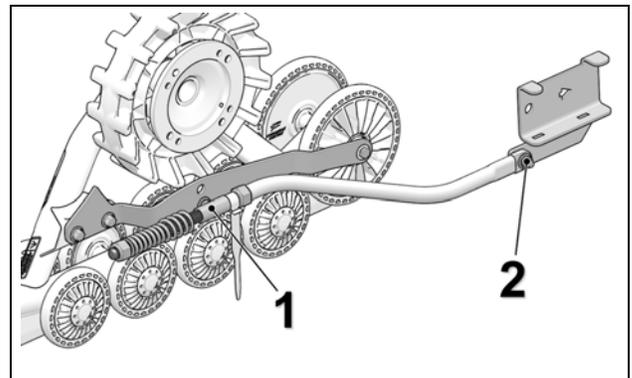

Figure 9
- Le bras stabilisateur doit être fixé au système de traction (1) et à l'ancrage arrière (2) installé au véhicule. Voir la Figure 9.
*NOTE : L'ancrage arrière (2) installé sur le véhicule peut différer de celui montré dans l'illustration.*